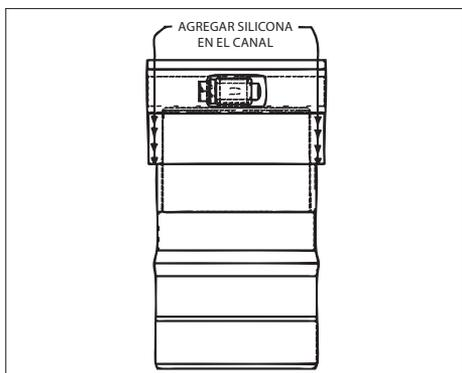

Figura 13
4. Aplique silicona RTV 500 en el canal del adaptador macho flexible (entre los tubos interno y externo), tal como se observa en la **Figura 13**.